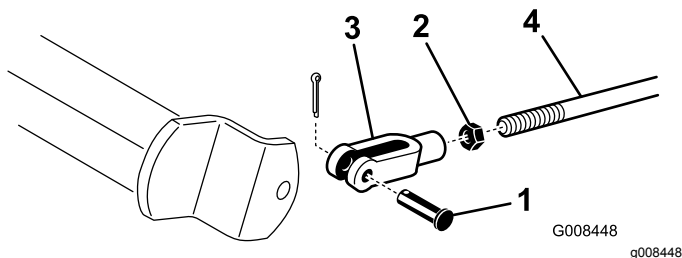

Bild 47
2. Klemmen Sie, wenn die Bremsen nicht gleichmäßig blockieren, die Bremsstangen ab, indem Sie den Splint und den Lastösenbolzen entfernen (Bild 47).
3. Lockern Sie die Klemmmutter und stellen den Lastösenbolzen entsprechend ein (Bild 47).
4. Bringen Sie den Lastösenbolzen am Bremsbügel an (Bild 47).